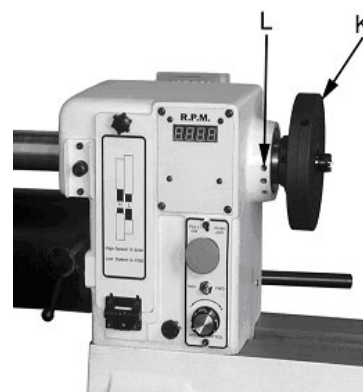

Рис.18
План шайба (К, рис.18) применяется для вытачивания чаш и тарелок. В план шайбе имеется множество отверстий (L) для крепления заготовок.